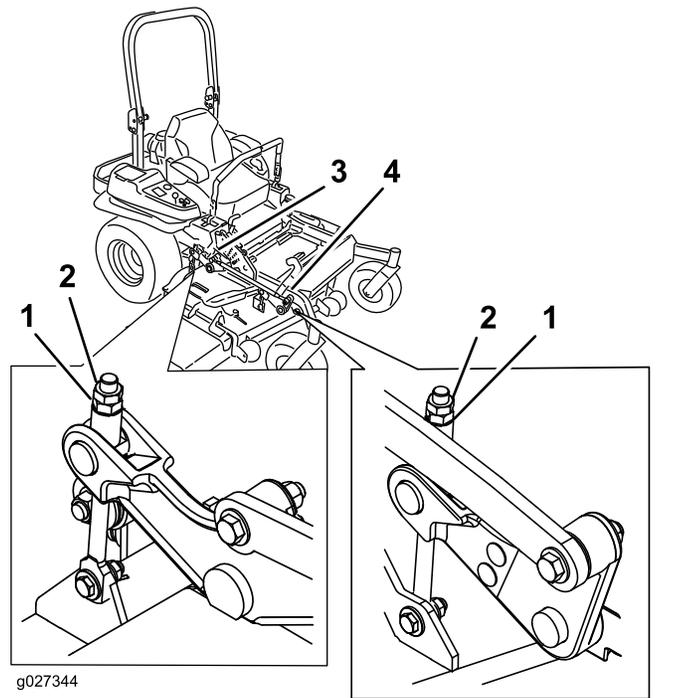

Bild 108
10. Drehen Sie die Einstellmutter am Frontmähwerkhub, um eine genaue Einstellung zu erreichen (Bild 108).
16. Drehen Sie den Einstellschraube, um eine Höhe von 8,3 cm zu erhalten (**Bild 108**).